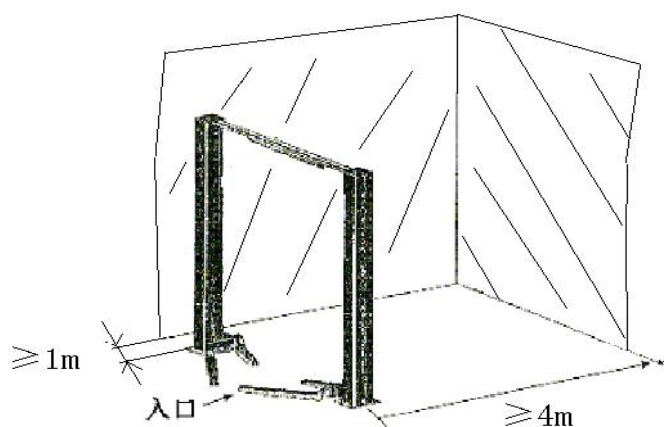

图 8
6. 举升机的前后应留有足够的空间以容纳所有的车辆（如图 8）（从中心线算起各边大约 4m）。